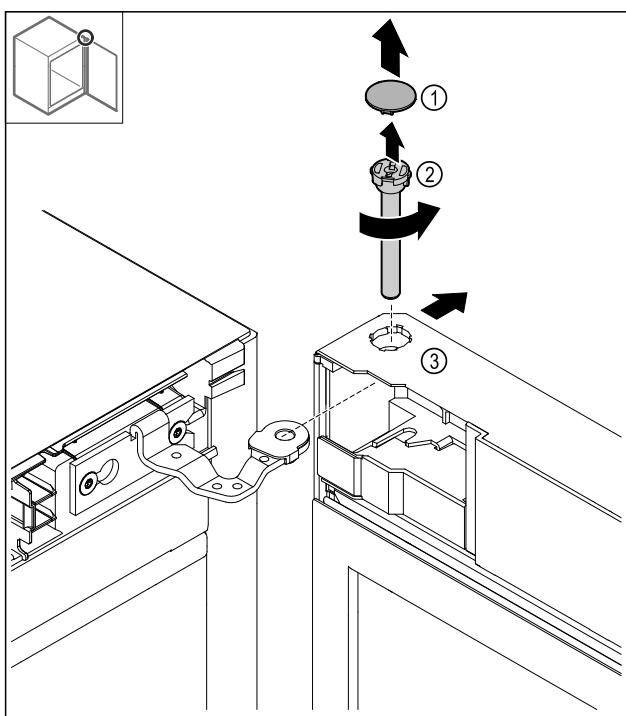

Fig. 18
- Nuimkite dengiamają plokštę Fig. 18 (1).
- Atlaisvinkite kaištį Fig. 18 (2) prieš laikrodžio rodyklę ir ištraukite.
- Šiek tiek paverskite duris Fig. 18 (3).